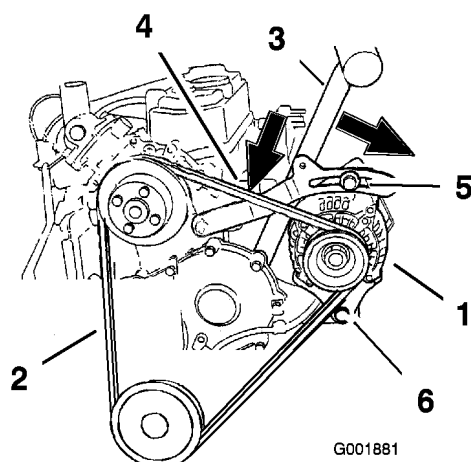

Figura 67
5. Allentate i due bulloni di fissaggio dell'alternatore (Figura 67).
6. Rimuovete la cinghia dalle pulegge e dall'alternatore (Figura 67).
7. Montate una nuova cinghia attorno alle pulegge e all'alternatore (Figura 67).
1. Inserite un manico tra l'alternatore ed il blocco motore (Figura 67).
2. Regolate l'alternatore verso l'esterno fino ad ottenere una flessione della cinghia di 10 - 13 mm tra il motore e l'alternatore (Figura 67).
5. Se la flessione è esatta, serrate il bullone superiore a 19 Nm ed il bullone inferiore a 61 Nm (Figura 67).